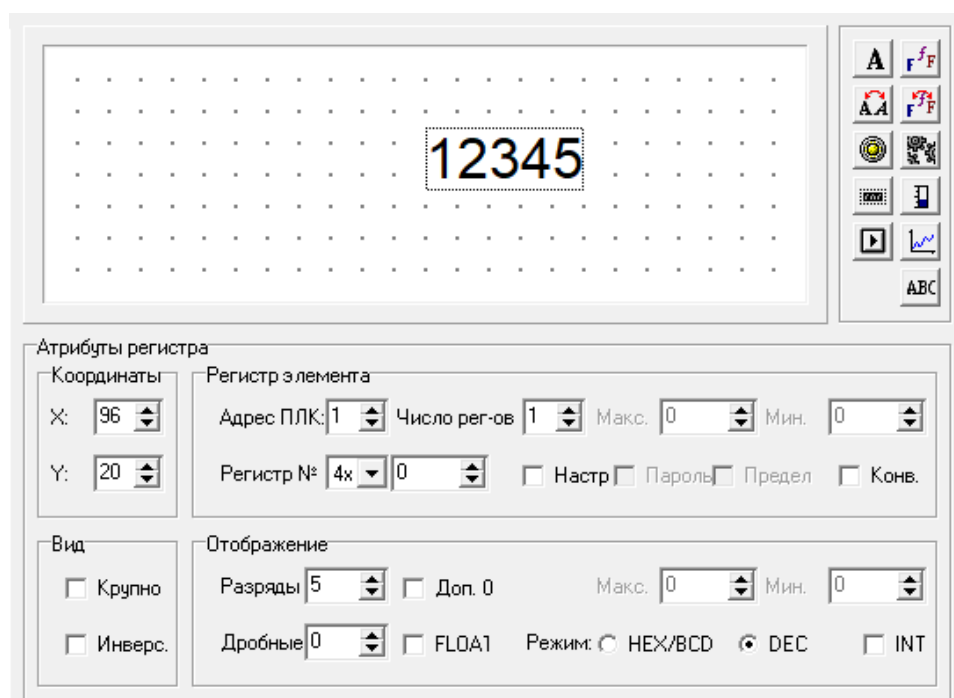

Рисунок 4.13 – Задание параметров области отображения параметров регистра
1. Нажать кнопку «Регистр» () . В области экрана появится окно инструмента Регистр (см. рисунок 4.13). В полях настройки следует указать: